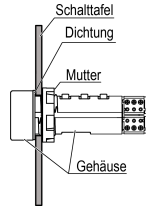

Abb. 1 Montage
- Platzieren Sie die mitgelieferte Dichtung vorsichtig (siehe **Abb. 1**).